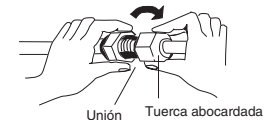

Fig. 5-5
- (3) Para realizar una conexión adecuada, alinee el tubo de unión y el tubo abocardado rectos entre sí y enrosque entonces ligeramente al principio la tuerca abocardada para obtener un acoplamiento suave. (Fig. 5-5)